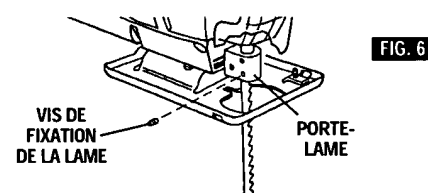

FIG. 6
1. **Pour le chantournage manuel et les applications de non-chantournage**, insérez la lame à fond en veillant à la placer dans la partie centrale du porte-lame, directement sous le piston comme illustré (fig. 6).